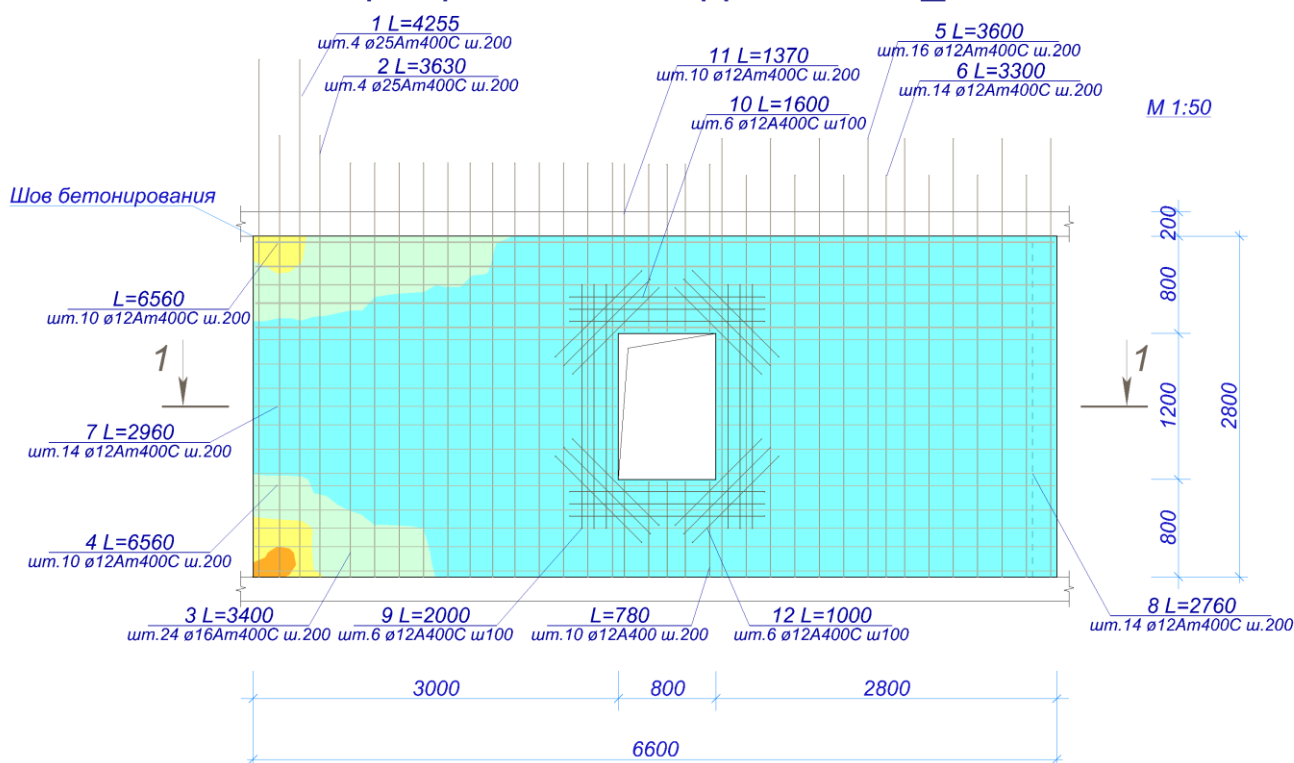

Рис.8.21. Создание разреза по диафрагме
- В открывшемся диалоговом окне просмотрите спецификацию арматуры и щелкните по кнопке **ОК**, чтобы назначить элементам позиции по спецификации (рис.8.21).
- Укажите третью точку сверху от обозначения разреза, чтобы направление взгляда было вниз (рис.8.21).